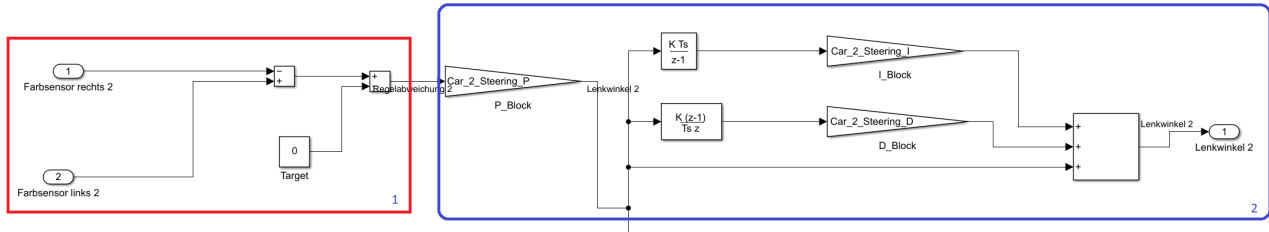

Figure 2.1: Übersicht der Lenkregelung beider Fahrzeuge. Beinhaltet die Generierung der Stellgröße (1) sowie den PID-Regler (2).
Für die Geräteausfahrt wird die Stellgröße c dementsprechend 0, da beide Sensoren den gleichen Wert annehmen. Dies ist gleichzeitig auch das Regelziel für den PID-Regler. Durch die Subtraktion der beiden Werte wird die Stellgröße stark negativ für eine Linkskurve (c_{links} wird kleiner und c_{rechts} wird größer). Bei einer Rechtskurve wäre dies genau umgekehrt, jedoch kommt dies nicht in unserem Modell vor. In Abbildung 2.1 ist dieser Teil mit (1) markiert. Der Target Block wird dabei genutzt um die Regelabweichung zu berechnen. Benötigt wird er eigentlich nicht, da das Regelziel $c = 0$ ist.